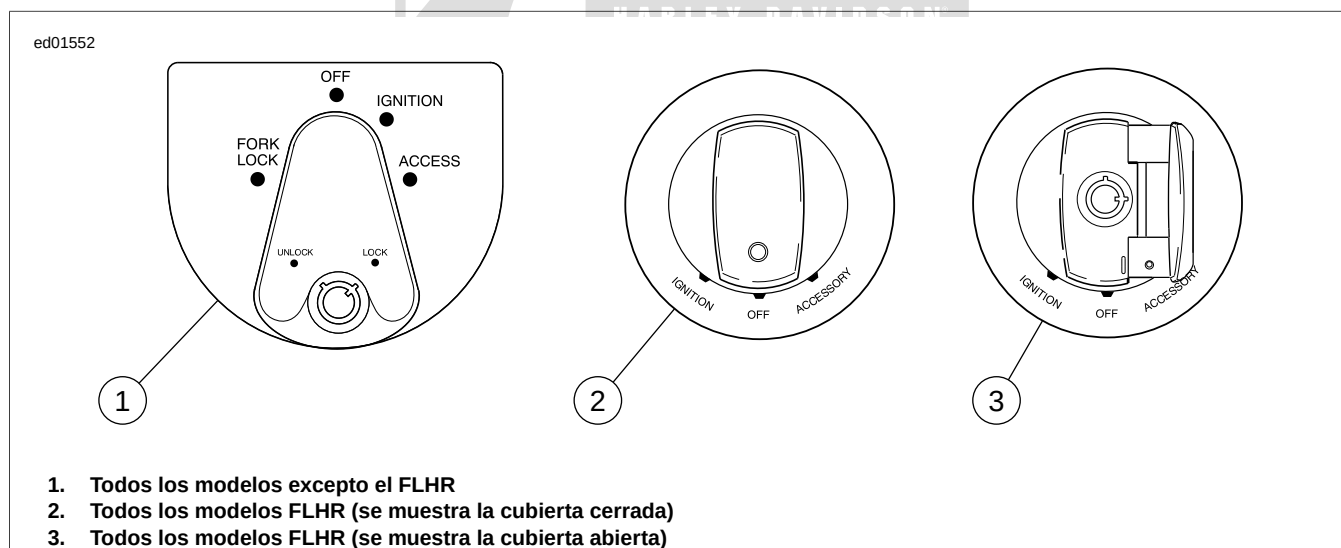

Figura 2-2. Interruptor de encendido (FLHX, FLHT/C/U, FLTR)
- Vea Figura 2-2. Llave en ENCENDIDO significa que el interruptor está en IGNITION (encendido) y que el interruptor de parada del motor está en MARCHA (aunque el motor **no** esté funcionando).
- Vea Figura 2-2. Llave en ENCENDIDO significa que el interruptor está en IGNITION (encendido) y que el inte-